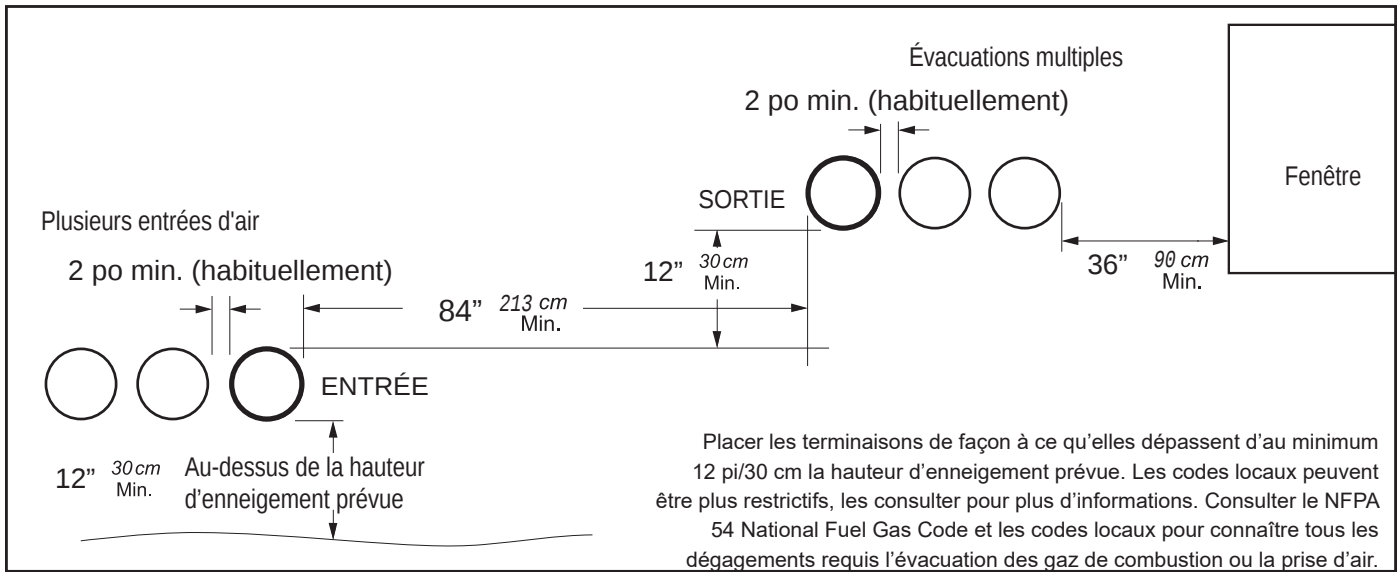

Figure 6. Terminaisons murales de prise d'air et d'évacuation des gaz de combustion
1. La Figure 6 à la page 24 illustre les exigences en termes de dégagements des terminaisons d'évacuation des gaz de combustion pour les États-Unis et le Canada.
7. Si la chaudière ou le chauffe-eau prélève l'air de combustion par le biais de conduits, et que la prise d'air se trouve sur le même mur que la terminaison d'évacuation des fumées, se reporter à la Figure 6 à la page 24 pour connaître les recommandations d'espacements et d'orientation.
4. Si l'appareil est installé sur le même mur que les conduites de prise d'air/évacuation, consulter la Figure 6 pour repérer les emplacements d'installation.
5. En présence de plusieurs kits d'évacuation des gaz de combustion, maintenir une distance horizontale de 213 cm (84 po) entre le groupe d'admission et le groupe d'évacuation. (Voir Figure 6)
6. Le conduit d'évacuation des gaz de combustion doit être placé, au minimum, à 30 cm (12 po) verticalement et 213 cm (84 po) horizontalement de l'admission d'air. (Voir Figure 6).